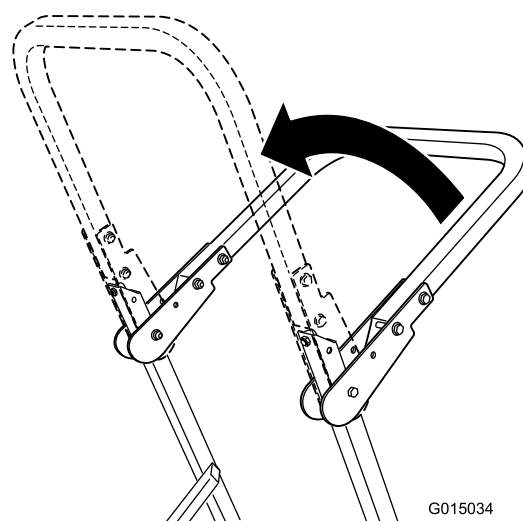

Figure 9
2. Relevez l'arceau de sécurité en position d'utilisation (Figure 9).